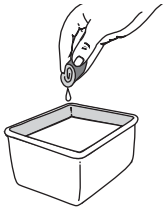

Fig. 33
- Lavez le filtre dans un mélange d'eau et de détergent (Fig. 33). Rincez le filtre abondamment et laissez-le sécher.